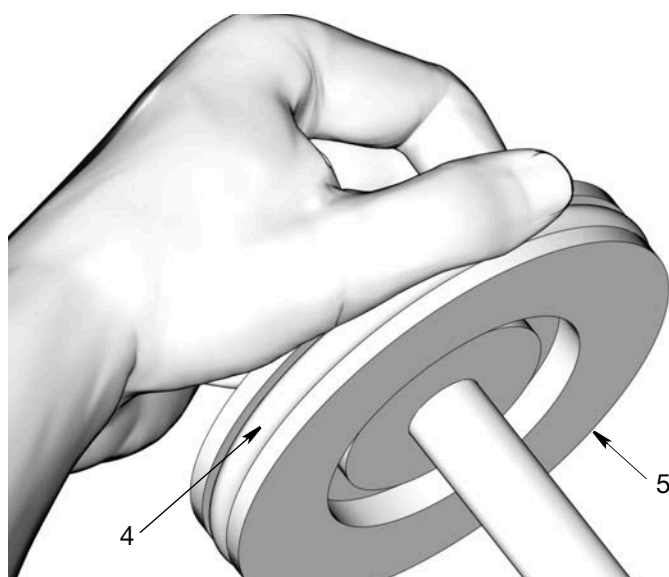

FIG. 33
8. Appliquer une fine couche de graisse sur le joint (4) du piston. Mettre le joint autour du piston (5) comme montré sur la FIG. 33.